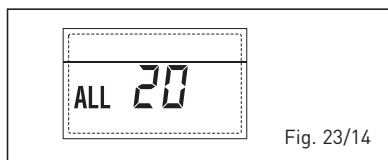

Fig. 23/14
– **DELIVERY PROBE BREAKDOWN ANOMALY FIRST MIXED ZONE “ALL 21” (fig. 23/15)**